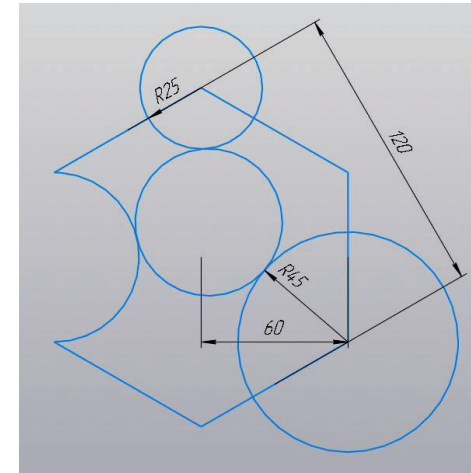

Рисунок 1.54 – К заданию 2
**Задание 2.** Выполните построение с использованием команд «Многоугольник», «Окружность через две точки», «Окружность, касательная к трем кривым» (рисунок 1.54).